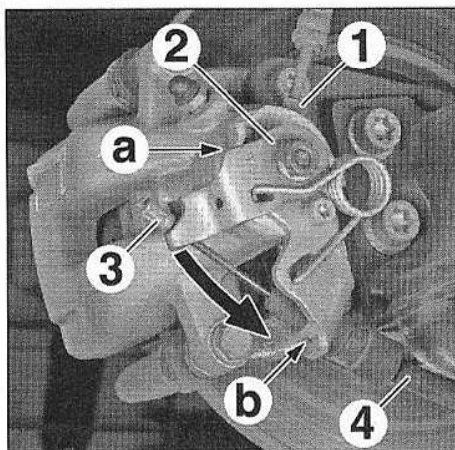

FIG.11
- Dévisser et écarter le raccord de liquide de frein (1) (Fig.11).
- Appuyer sur le tournevis afin de baisser le levier (2).
- Une fois le levier (2) en butée, à l'aide d'une pince multiprise, dégager l'embout (3) du levier (2).
- Libérer le câble de frein de stationnement (4) de l'oeillet en (b).